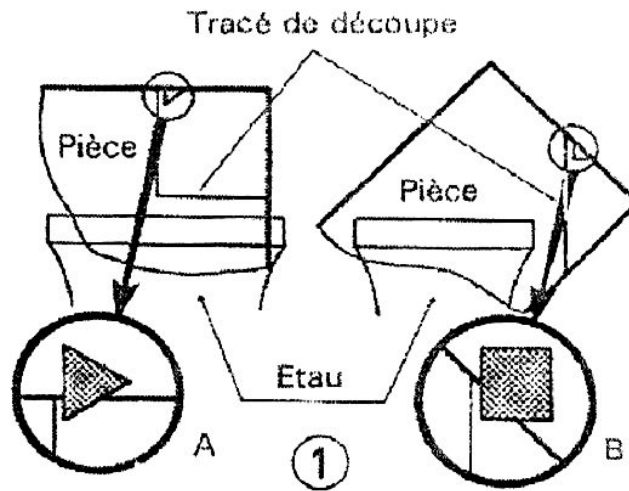

Figure 40.1
- Serrer la pièce dans l'étau, le tracer en position verticale (figure 40.1).